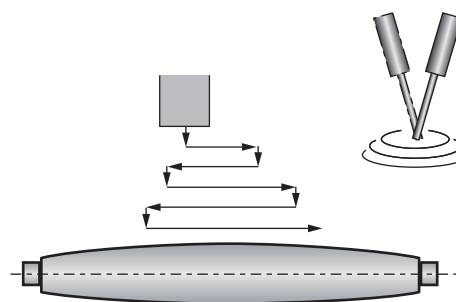

図9 手動テーブル反転機能
- 3) 自動トラバース研削中にトラバース研削範囲内で、任意の位置でテーブルを反転させる手動テーブル反転機能により、荒研削に発生した中凸形状の修正を容易にしている。その他研削しろの偏りにもこの機能により、はじめに研削しろの多い部分のみトラバース研削し、研削しろが均一となったところで本来の行程をトラバースさせる使い方で、加工時間を短縮できる(図9)。